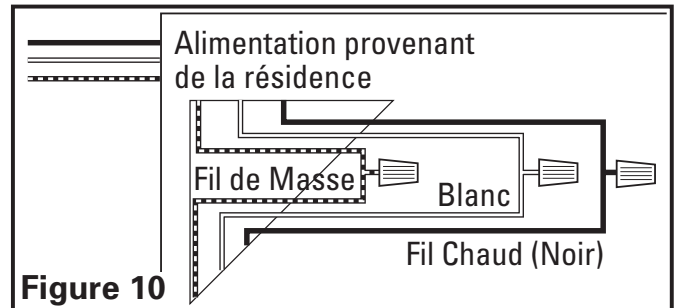

Figure 10
3. Par là où vous avez choisi d'accéder à la boîte de jonction du ventilateur, connecter le fil blanc provenant de la résidence au fil blanc du réceptacle du ventilateur. Connecter le fil noir de l'interrupteur mural au fil noir du réceptacle du ventilateur. Connecter le fil de mise à la terre provenant de la résidence au fil vert du réceptacle du ventilateur (Figure 10). Utiliser des méthodes approuvées pour toutes les connexions.